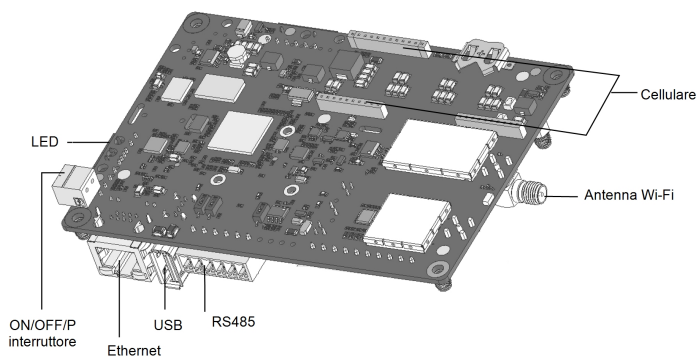

Figura 13: Connettori della scheda di comunicazione
- e. Collegare il connettore Ethernet alla porta RJ45 sulla scheda di comunicazione (vedi *Figura 13*).